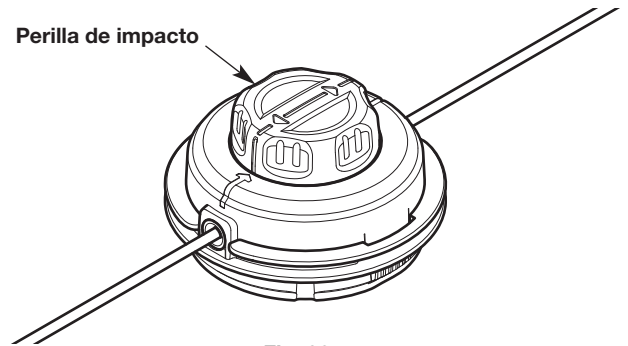

Fig. 26
5. Gire la perilla de impacto para enrollar el hilo hasta que sobresalga aproximadamente 5 pulgadas (12.5 cm) de cada lado del cabezal de corte (Fig. 26).